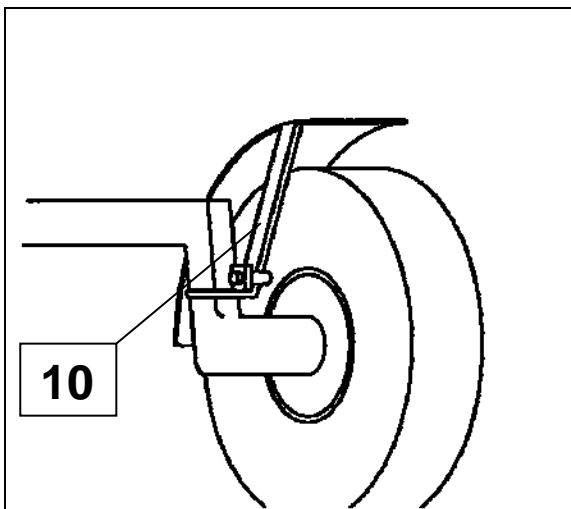

Fig. 5
- Il sensore di velocità deve essere montato il più vicino possibile all'anello (6). I gruppi trainati hanno la loro staffa nel telaio dell'irroratore. In caso di ampliamento della macchina, la staffa per il sensore di velocità deve essere montata sull'area esterna dell'asse frontale del trattore di modo che essa stessa giri durante lo sterzo (Fig. 5)